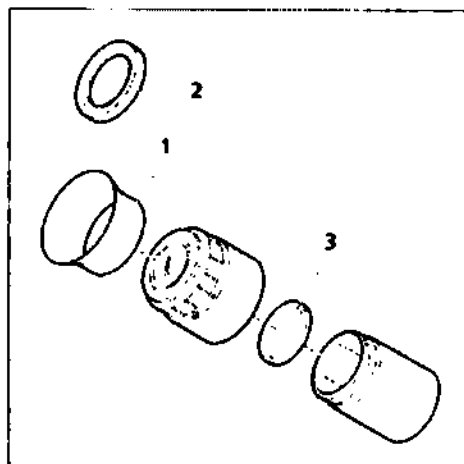

Рисунок 3-7. Установка окулярной сетки
Окулярные сетки (рисунок 3-7/3) могут использоваться с окулярами с красной точкой.
- С этой целью, извлеките защитные кольца окуляра (рисунок 3-7/2) из окуляра и установите наглазники (рисунок 3-7/1).